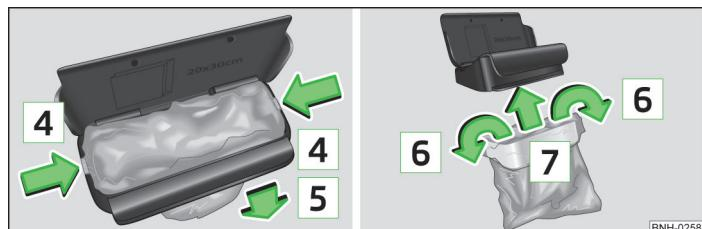

Fig. 68 Sustituir la bolsa
- Presione las dos lengüetas del marco interior del cuerpo del recipiente en el sentido de la flecha  fig. 68.